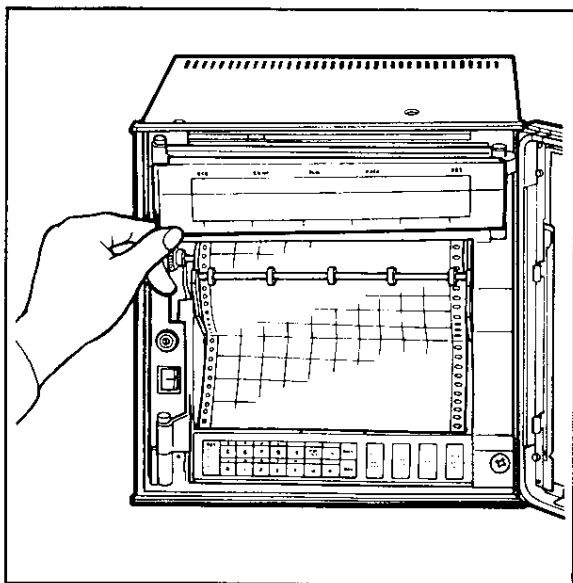

図 5.18
- (2) ディスプレイ部分を開きます(ディスプレイ部分の左はしをつまんで、軽く手前に引いてください)。(図5.18)。